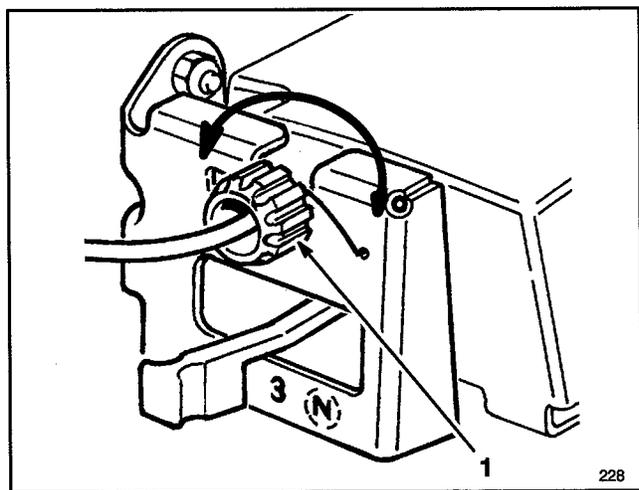

Figure 23
2. RÉGLAGE (Fig. 23) – Si le système d'autotraction ne fonctionne pas, tourner le bouton de réglage de 1/2 tour vers la droite. Si la tondeuse a tendance à avancer lorsque la traction n'est pas engagée, tourner le bouton de 1/2 tour vers la gauche pour détendre la courroie.